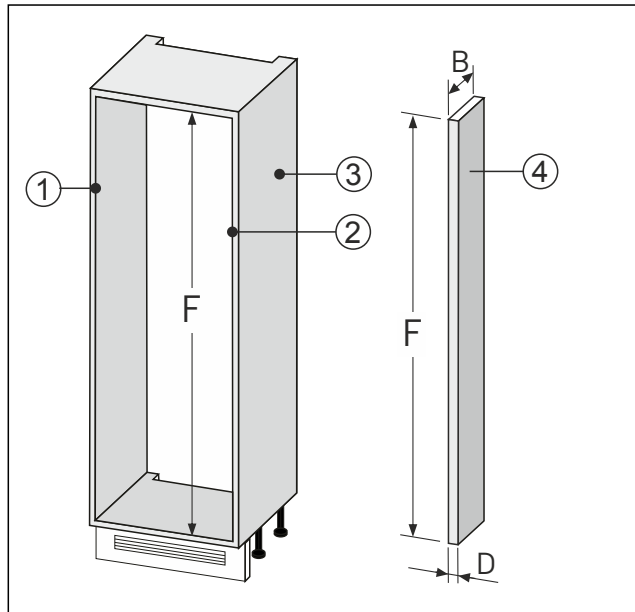

Fig. 87
- Realizzare l'elemento di compensazione a parete Fig. 87 (4) secondo le dimensioni sopra indicate.